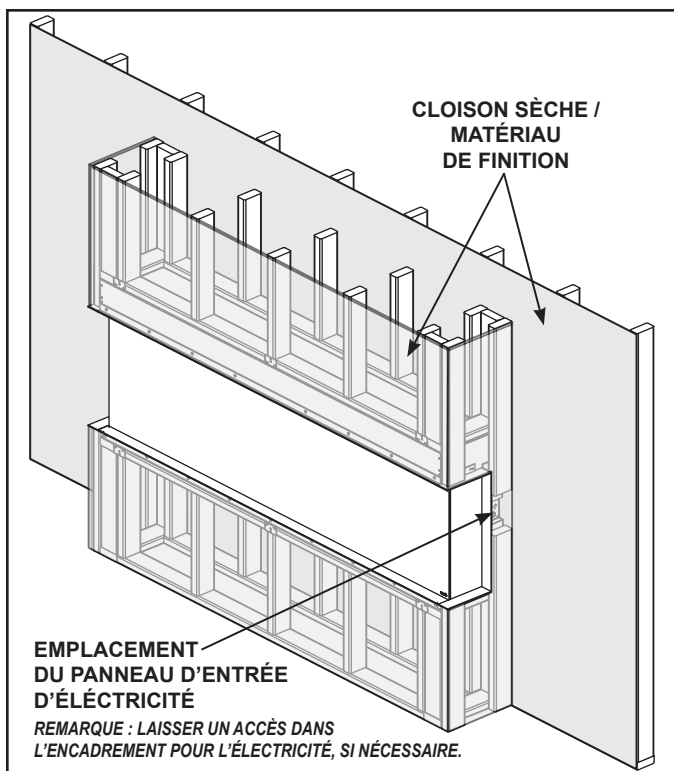

Figure 4.5 51 mm (2 po) Configuration de garniture latérale
3. Installez l'appareil dans l'ouverture, voir figure 4.5. Assurez-vous que le poids de l'appareil est entièrement supporté par l'élément d'ossature de plancher ou du cadre. Nivelier avec des cales si nécessaire. Assurez-vous qu'il est centré de gauche à droite, puis fixez-le directement sur la structure à l'aide de six (6) vis ST4x40*6 fournies, une dans chacun des six (6) supports de fixation.
Fixez les éléments du cadre de 51 x 102 sur le côté de l'ouverture de l'appareil encadré, comme indiqué à la figure 4.5.